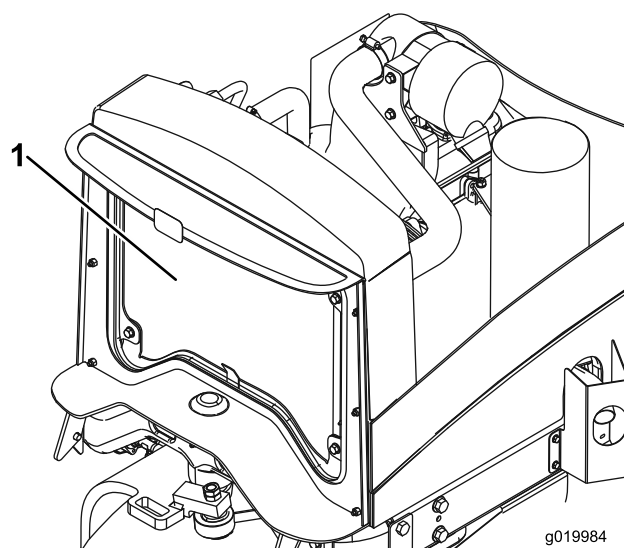

Figure 57
2. Nettoyez soigneusement les deux côtés du radiateur/refroidisseur d'huile à l'air comprimé (Figure 57).